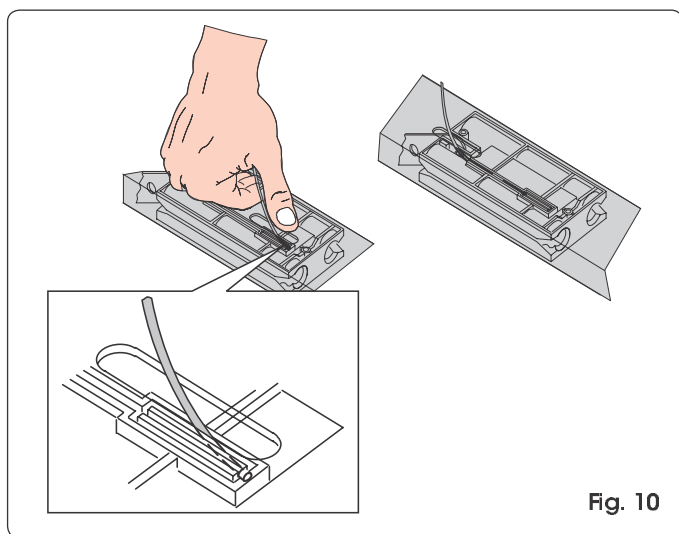

Fig. 10
- 2) Steek het uiteinde van het kabeltje in de speciale rode aansluiting (Fig. 10).